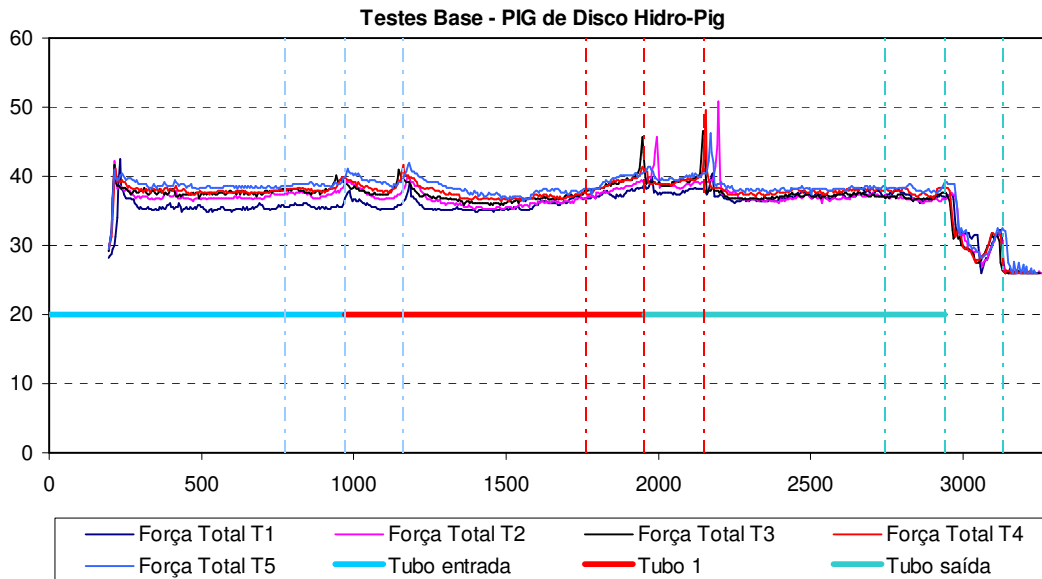

Figura 38 – Gráfico dos testes base com o Pig de disco
Nos testes para medição da força de contato entre o pig de disco e a parede do tubo foram feitas cinco passagens. Os testes seguiram o procedimento apresentado anteriormente no item 4.4.1. Antes dos testes o tubo foi lubrificado com a mistura de parafina (80%) e óleo Spindle (20%). A Figura 38 apresenta o gráfico das cinco passagens realizadas com o pig de disco. No gráfico a abscissa representa a distância ao longo dos tubos dada em milímetros, enquanto a ordenada representa a força medida em kgf. As linhas horizontais coloridas na figura indicam o comprimento de cada um dos três tubos de teste. Três conjuntos de linhas verticais tracejadas são apresentadas na figura. Em cada conjunto de linha, a linha central indica a interface entre dois tubos adjacentes, enquanto as linhas laterais servem de referência para o comprimento do pig. Este comprimento é dado pela distância de uma linha lateral à linha central.